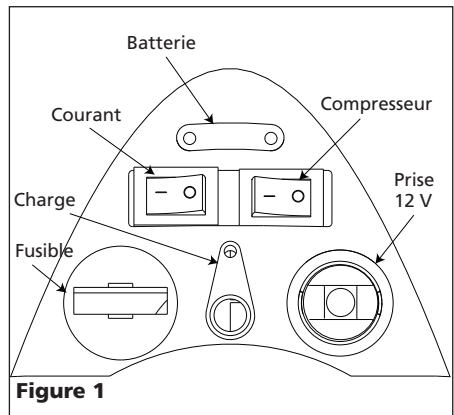

Figure 1
- 1) Mettre sous tension (voir la figure 1).